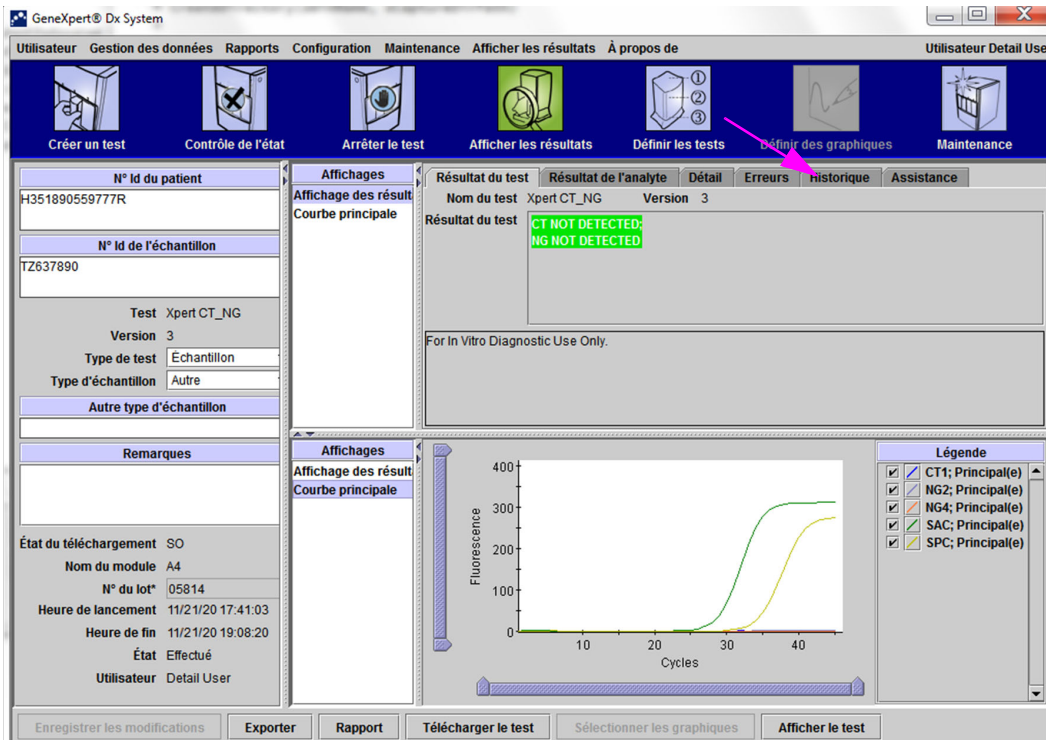
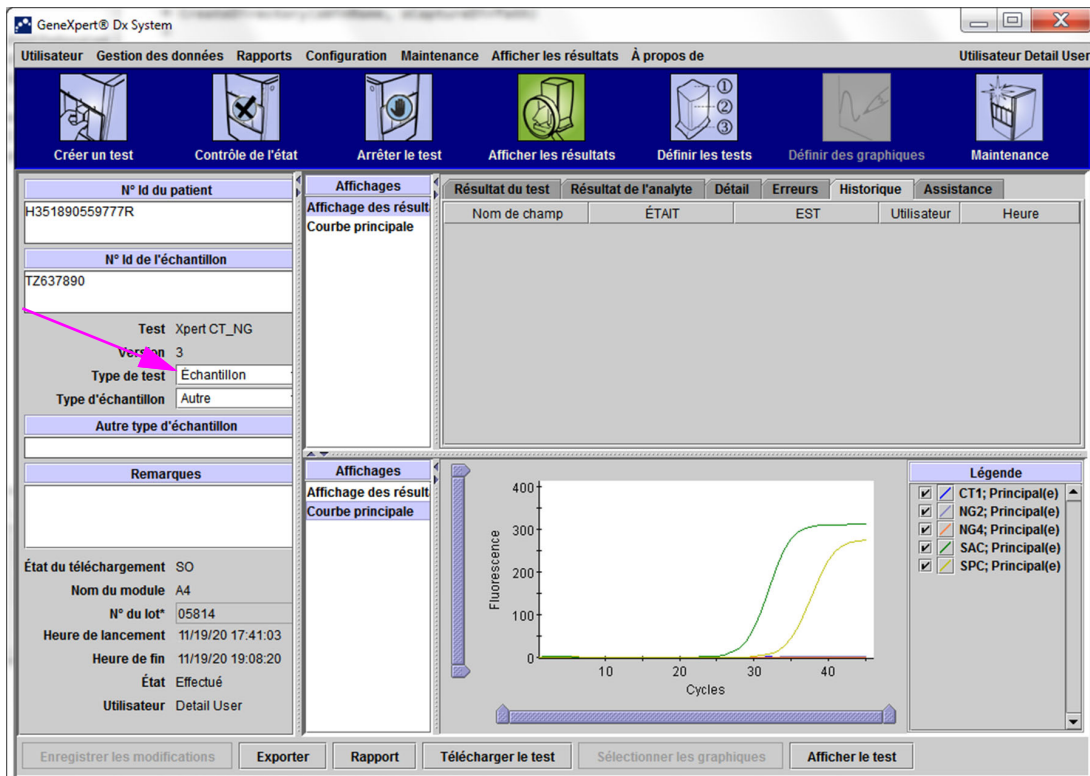

Figure 5-48. Fenêtre Afficher les résultats—(Utilisateurs Détail et Administrateur) GeneXpert Dx System
Figure 5-49. Fenêtre Afficher les résultats GeneXpert Dx, onglet Historique sélectionné
2. Cliquez sur l'onglet **Historique** dans l'écran Afficher les résultats (cf. Figure 5-48). L'onglet **Historique** s'affiche, indiquant qu'aucun changement n'a été effectué dans le test. Voir Figure 5-49.